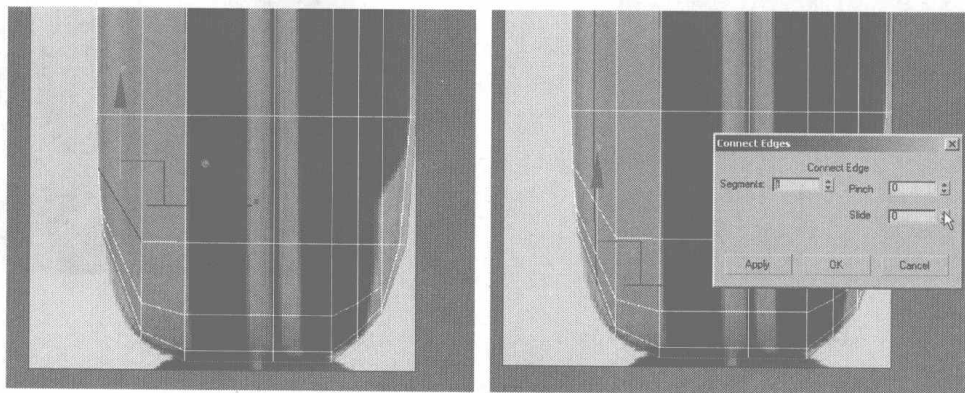

图 4.28
- 18** 选择如图 4.28 所示的一条边线, 在 Selection 卷展栏中单击 **Ring** 按钮, 选择其环形的曲线, 在 Edit Vertices 卷展栏中单击 **Connect**  右侧的小按钮, 在弹出的对话框中设置添加曲线的参数。